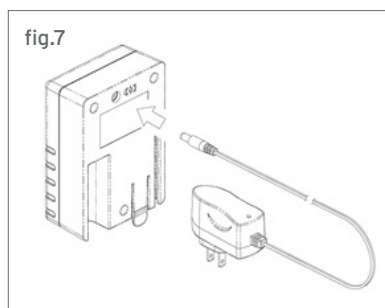

fig.7
2. Inserire il connettore del caricabatterie, vedi fig.7